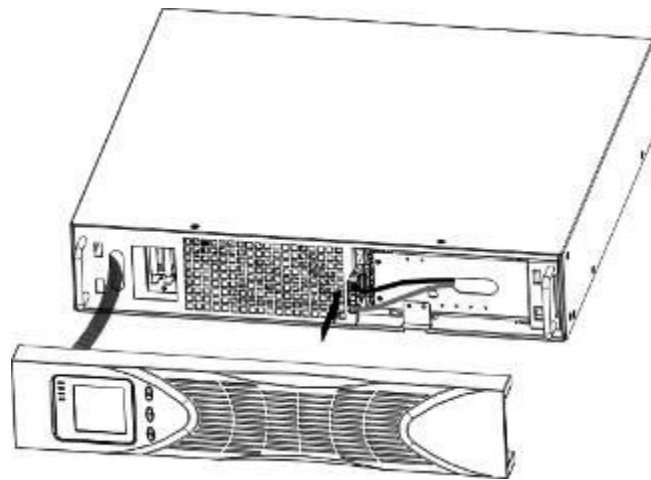

Abb. 9: Anschluss des internen Batteriesteckers
2. Verbinden des internen Batteriesteckers (s. Abb. 9)